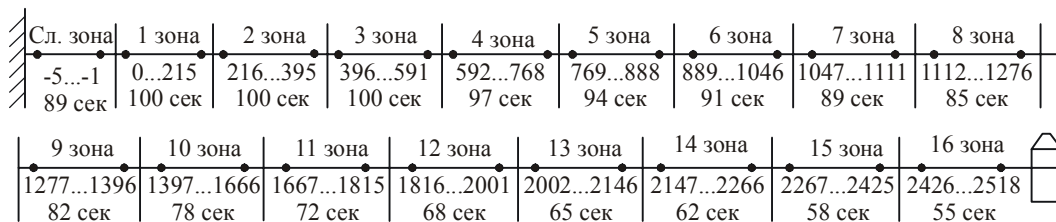
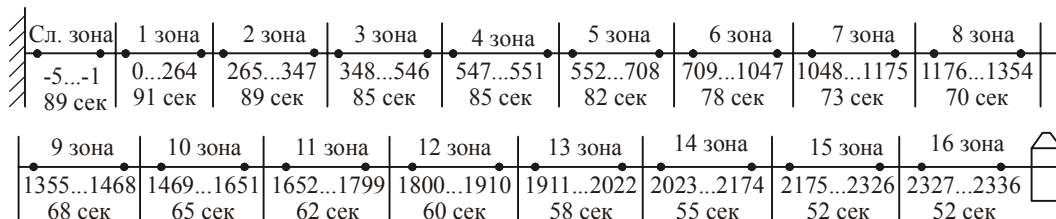

Рис. 5.6.2. Структура дискового пространства накопителей семейства Pro Drive LPS420A/LPS210A.
Рис. 5.6.3. Структура дискового пространства накопителей семейства Pro Drive LPS340A/LPS170A.
Структура физического дискового пространства показана на Рис.5.6.2. и Рис. 5.6.3. В накопителях используется принцип зонно-секционной записи, причем все дисковое пространство разбивается на 15 зон. Для моделей
LPS420/210 и LPS340/170 зонное распределение разное (см. рис. 5.6.2, 5.6.3), хотя плата управления одинаковая. Модели 420 (340) и 210 (170) отличаются количеством используемых магнитных дисков 2 и 1 соответственно.